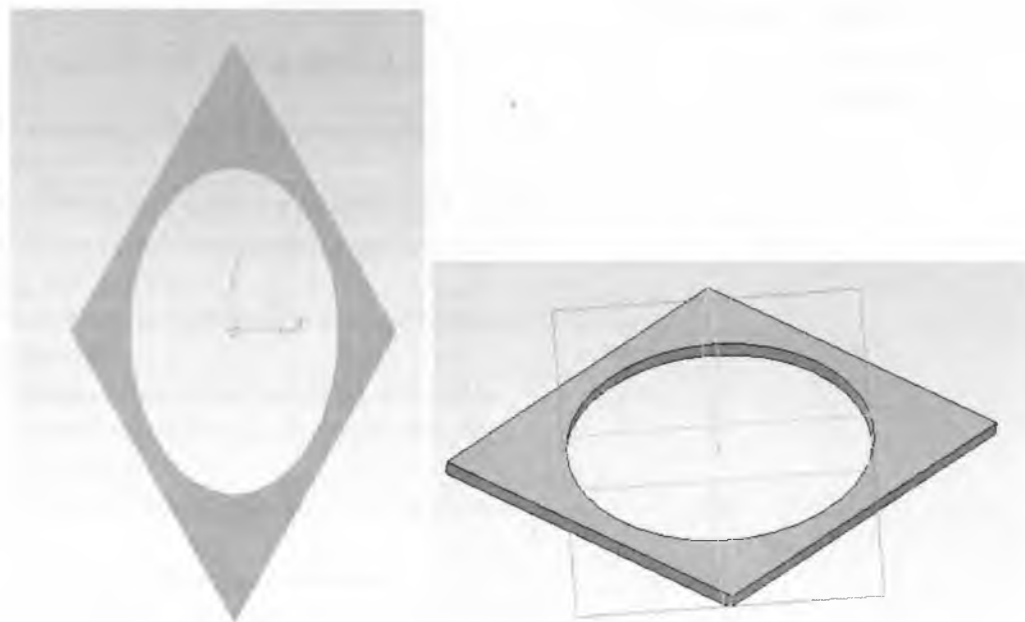

Рис. 1. Образцы фоторамок
1. С помощью образца (Рис.1) разработать чертеж и изготовить фоторамку, у которой наружный контур представляет ромб с углами 60° и 120° , а внутренний овал.